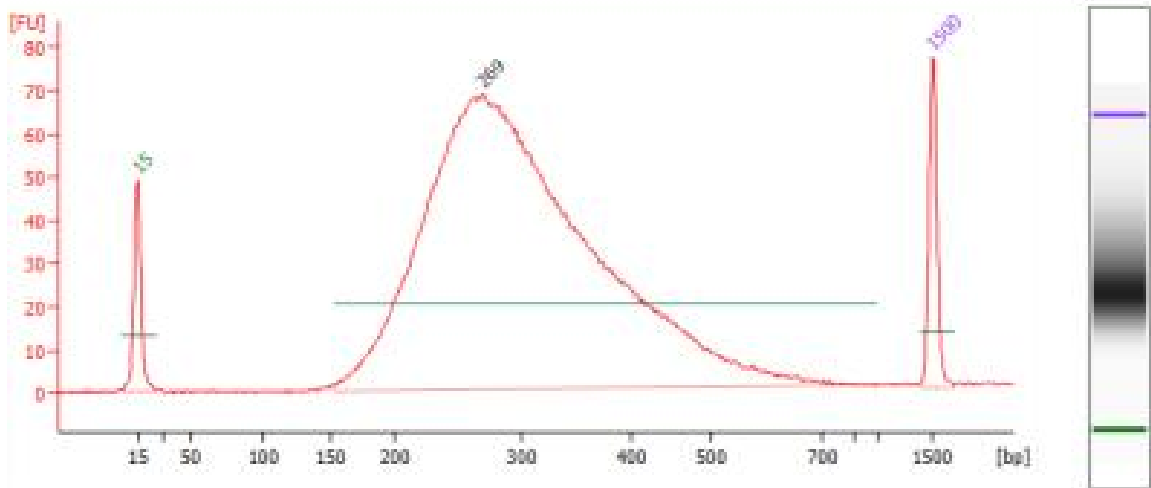

图 1 文库双轮分选纯化产物的 Agilent 2100 Bioanalyzer 检测结果
6.2 文库长度分布检测，可通过 Agilent Bioanalyzer 2100 等基于毛细管电泳或微控流原理的设备进行检测。图 1 为本试剂盒构建文库双轮分选纯化产物的 Agilent 2100 Bioanalyzer 检测结果：